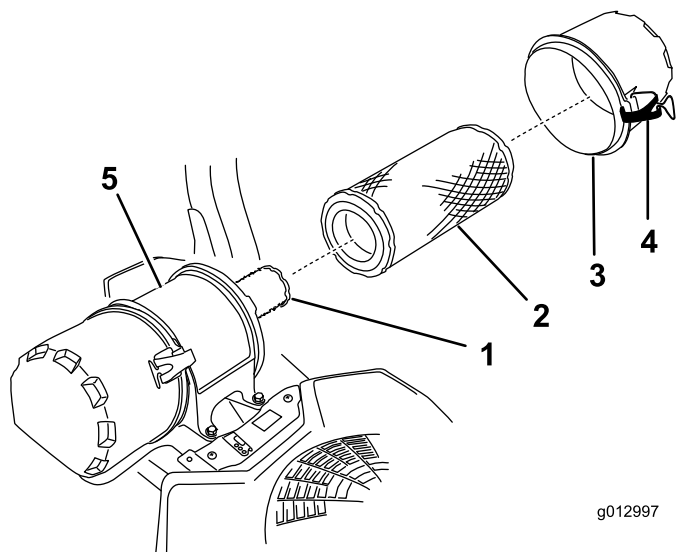

Figura 47
6. Abra los cierres del limpiador de aire y tire de la tapa de la entrada de aire para separarla de la carcasa del limpiador de aire (Figura 47).
8. Extraiga con cuidado el filtro primario de la carcasa del limpiador de aire (Figura 47).
2. Si va a cambiar el filtro interno, deslícelo cuidadosamente en el cuerpo del filtro (Figura 47).
3. Deslice cuidadosamente el filtro primario por encima del filtro interno (Figura 47).
4. Instale la tapa del limpiador de aire y fije los cierres (Figura 47).